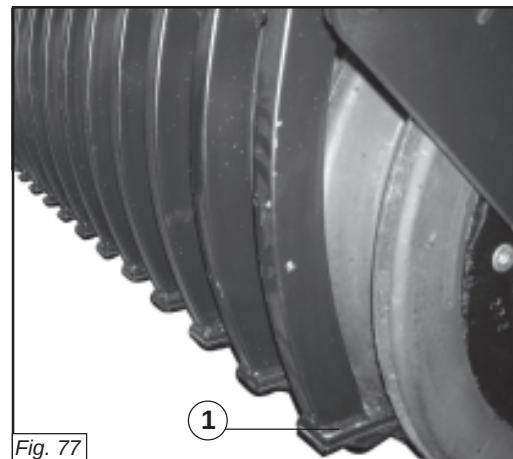
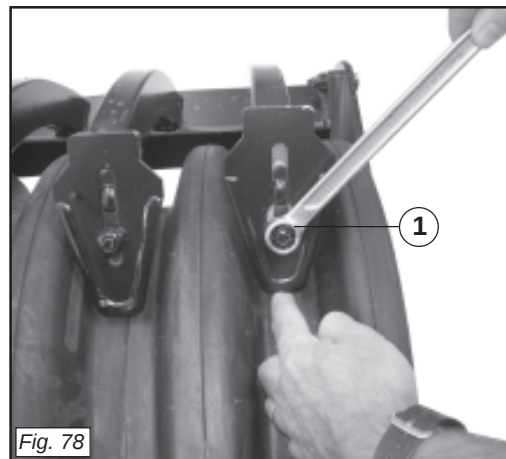
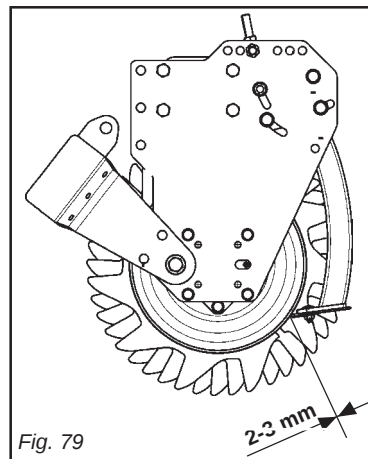

Fig. 77
Fig. 78
Fig. 79
Sulla trave raschiatterra ci sono le pia-strine raschiatrici (1 Fig. 77), in materia-le antiusura, che hanno la funzione di pu-lire dall'accumulo dei terra il rullo stesso. Sono montate su appositi supporti sagomati fissati sulla barra posteriore del rullo.
Il montaggio corretto si ottiene fissando la piastrina raschiatrici al supporto raschiatterra, facendola scorrere sulla guida e bloccandola con la vite (1 Fig. 78) ed il dado alla distanza desiderata dal rullo.
Per il rullo gommato si consiglia una distanza tra rullo e piastrina di 7/10 mm, per tutti gli altri rulli invece è consigliata una distanza di 2/3 mm (Fig. 79).
Auf dem Erdabstreifbalken befinden sich die Erdabstreifplättchen (1 Abb. 77) aus verschleißfestem Werkstoff, welche die Funktion haben, die Erdanhäufungen von der Walze zu entfernen. Sie sind auf besonders geformten Haltern montiert, die auf dem hinteren Balken der Walze mon-tiert sind. Die korrekte Montage erhält man, indem man das Abstreifplättchen am Erd-abstreifträger befestigt, es über die Füh-rung gleiten lässt und mit der Schraube (1) und der Mutter im gewünschten Abstand von der Walze blockiert. Für die Gummiwalze empfiehlt sich ein Abstand zwischen Walze und Plättchen von 7/10 mm, für alle anderen Walzen empfiehlt sich dagegen ein Abstand von 2/3 mm (Abb. 79).
En la viga raspadora se encuentran las plaquitas raspadoras (1 imagen 77), de material antidesgaste, con la función de quitar la tierra que se acumula en el ro-dillo mismo. Están montadas sobre so-portes moldurados fijados en la barra tra-sera del rodillo.
Para obtener un montaje correcto hay que montar las plaquitas raspadoras a la viga raspadora, haciendolas discurrir sobre la guía y fijandolas con el tornillo (1 imagen 78) a la distancia entre plaquita y rodillo. Para el rodillo engomado la distancia aconsejada entre plaquita y rodillo es 7/10 mm, para los otros rodillos la distancia aconsejada es 2/3 mm (imagen 79).